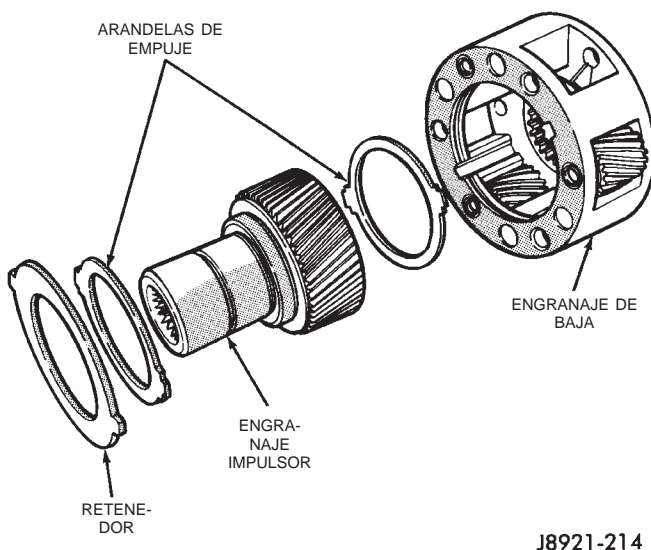

Fig. 43 Desensamblaje del engranaje de baja
(6) Retire el retén del engranaje impulsor, las arandelas de empuje y el engranaje impulsor del engranaje de baja (Fig. 43).